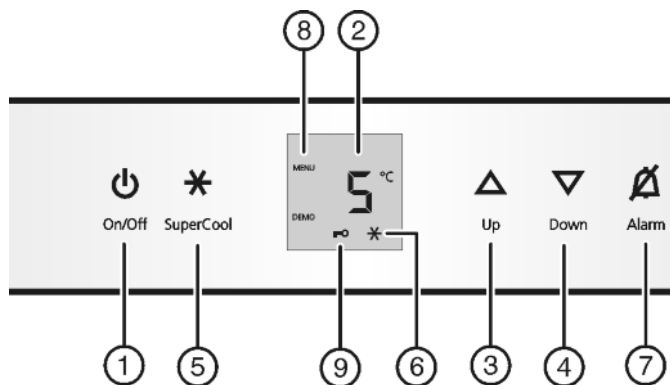

Fig. 2
- ▶ nospiediet pogu On/Off *Fig. 2 (1)*.
- ▶ Aktivizējiet regulēšanas režīmu: spiediet pogu SuperCool *Fig. 2 (5)* apmēram 5 sekundes.
- ▶ Lai apstiprinātu, īsi nospiediet pogu SuperCool *Fig. 2 (5)*. Ja indikatorā redzams **cl**:
- ▶ Lai ieslēgtu aizslēgu pret bērnu piekļūšanu, īsi nospiediet pogu SuperCool *Fig. 2 (5)*.
- ▷ Mirdz aizslēga pret bērnu piekļūšanu simbols *Fig. 2 (9)*. Indikatorā mirgo **c**.
- ▶ Lai izslēgtu aizslēgu pret bērnu piekļūšanu, īsi nospiediet pogu SuperCool *Fig. 2 (5)*.
- ▷ Aizslēga pret bērnu piekļūšanu simbols *Fig. 2 (9)* nodziest. Indikatorā mirgo **c**.
- ▶ Regulēšanas režīma izslēgšana: nospiediet pogu On/Off *Fig. 2 (1)*
- ▶ Nospiediet pogu Alarm *Fig. 2 (7)*.
- ▶ Augstākas temperatūras iestatīšana: Nospiediet pogu Up *Fig. 2 (3)*.
- ▶ Zemākas temperatūras iestatīšana: Nospiediet pogu Down *Fig. 2 (4)*.
- ▶ Īsi nospiežot pogu SuperCool *Fig. 2 (5)*.
- ▷ Indikatorā izgaismojas simbols SuperCool *Fig. 2 (6)*.
- ▶ Īsi nospiežot pogu SuperCool Fig. 2 (5).
- ▷ Indikatorā izdzies simbols SuperCool Fig. 2 (6).